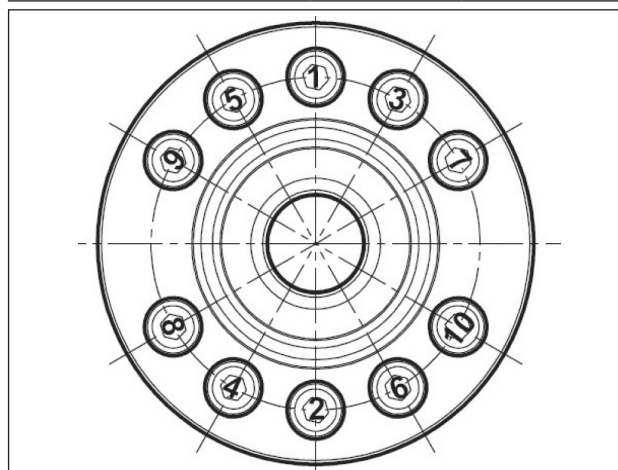

Fig. 67
**** Os parafusos de fixação dos suportes devem ser apertados em uma única fase, respeitando a ordem relacionada no esquema da Fig. 67.